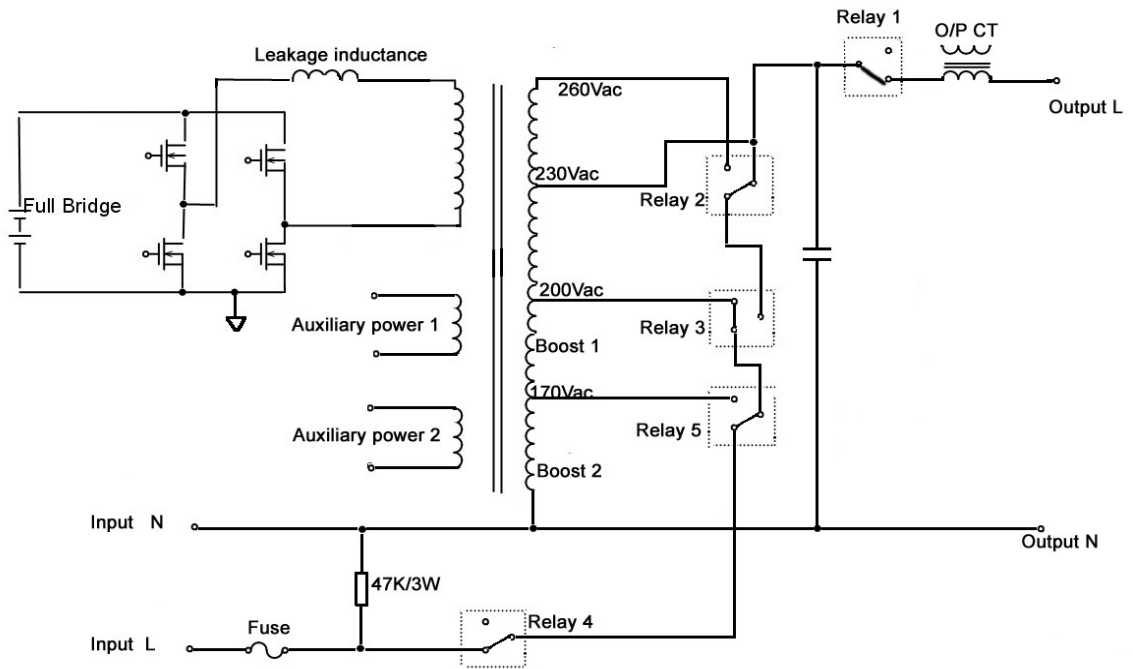

Рис.2.2 ИБП в режиме стабилизации (повышения) входного напряжения (Boost 1)
- если входное напряжение находится в пределах 170VAC~200VAC, что недостаточно для работы ИБП в нормальном режиме, автоматический регулятор напряжения (далее – AVR) подключает к трансформатору повышающую обмотку Boost 1 (реле 3), обеспечивая, таким образом нормальное напряжение на нагрузке и корректное напряжение заряда АБ. Контроль мощности нагрузки и выработка служебных напряжений осуществляется аналогично нормальному режиму (см. рис.2.2)